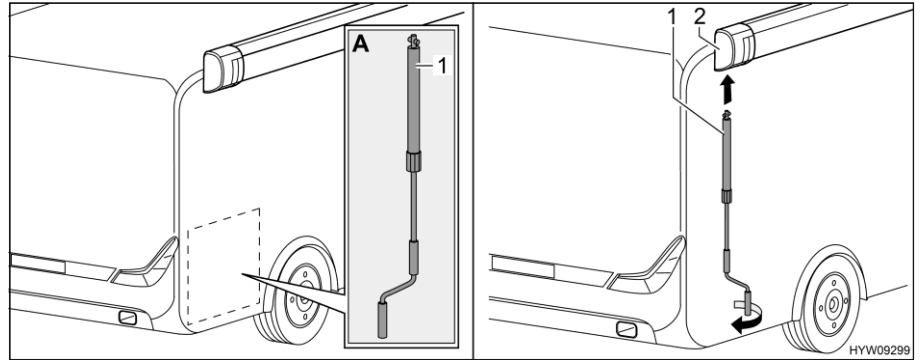

Bild 32 Kurbel anbringen
- Kurbel (Bild 32,1) aus Heckgarage nehmen (Bild 32,A).
- Kurbel in Bajonettfassung (Bild 32,2) der Markise stecken.